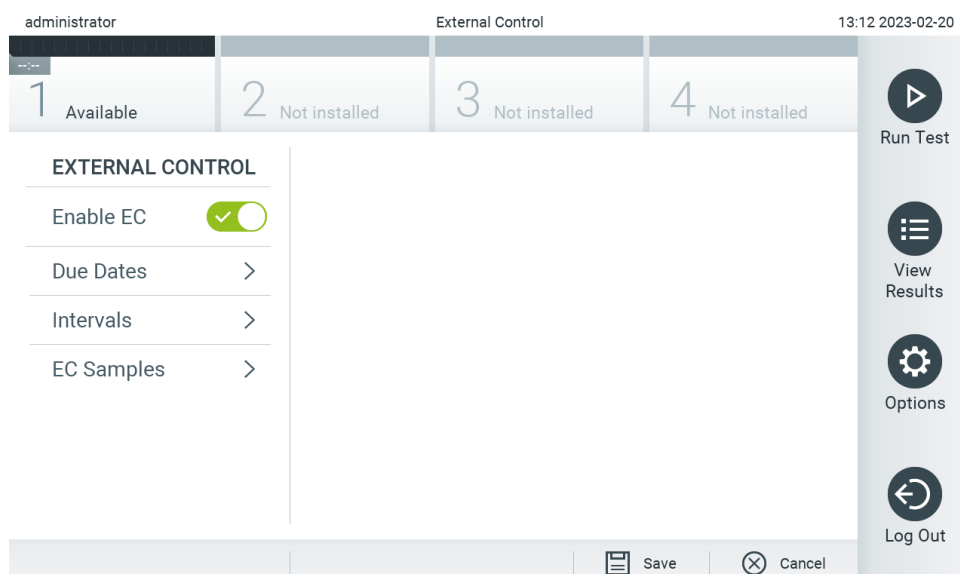

Figura 76. Ecranul External Control (Substanță de control externă).
3. Selectați **Due Dates** (Date scadente), apoi un test din listă pentru a vedea când a fost efectuată ultima testare a substanței de control externe, pe test și pe modul analitic, precum și data de scadență a următoarei testări a substanței de control externe (Figura 76).